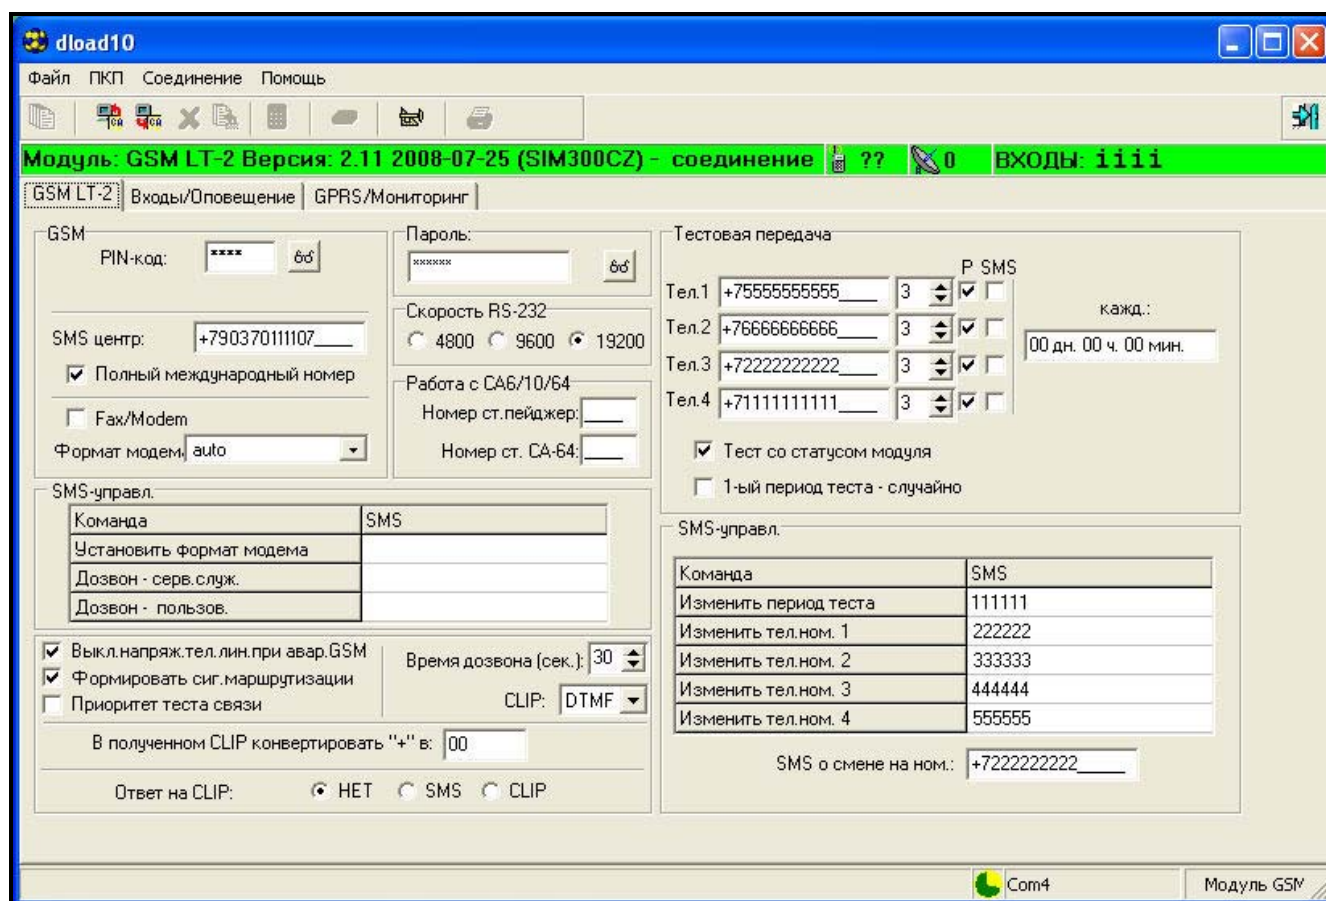

Рисунок 9.
4. Настройте модуль. После запуска программы DLOAD10 открывается главное окно (см: Рис. 9). В верхней части окна отображается зеленая строка, показывающая текущее состояние модуля, уровень антенного сигнала и состояние входов. Внизу этой строки находятся 3 закладки: **GSM LT-2**, **Входы/Тел.сообщение** и **GPRS/Мониторинг** (ниже, в следующем подразделе находится их описание).